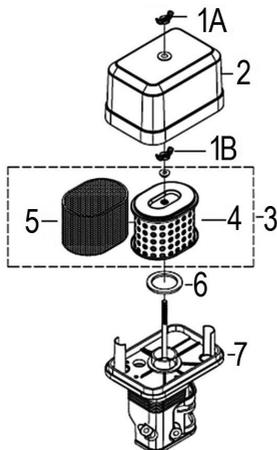

Рис. 15 Обслуживание воздушного фильтра
1. Открутите барашковую гайку 1А и снимите крышку 2 воздушного фильтра (Рис. 15).
2. Открутите барашковую гайку 1В и извлеките из корпуса воздушный фильтр 3 в сборе (Рис. 15).
3. Проверьте целостность и чистоту фильтрующих элементов. Поролоновый (предварительный) фильтрующий элемент 5 установлен на корпусе бумажного фильтрующего элемента 4 (Рис. 15).
5. Произведите очистку крышки 2 и корпуса 7 воздушного фильтра (Рис. 15), не допуская попадания пыли и грязи в воздухопровод, ведущий к карбюратору.
7. Перед установкой воздушного фильтра убедитесь, что уплотнительное кольцо 6 воздушного фильтра находится на месте и не имеет повреждений (Рис. 15).